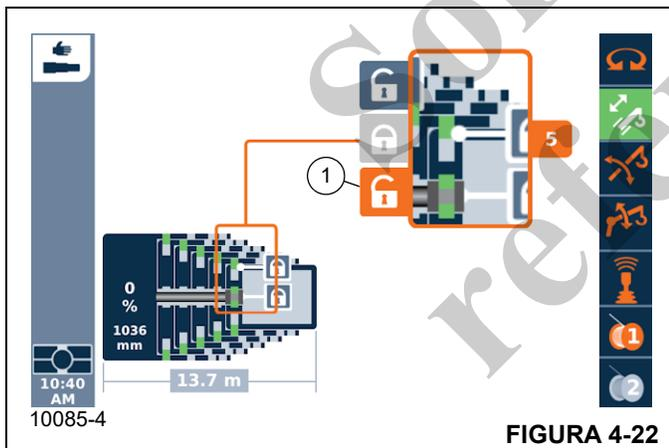

FIGURA 4-22
1. Seleccione el símbolo (1, Figura 4-22).